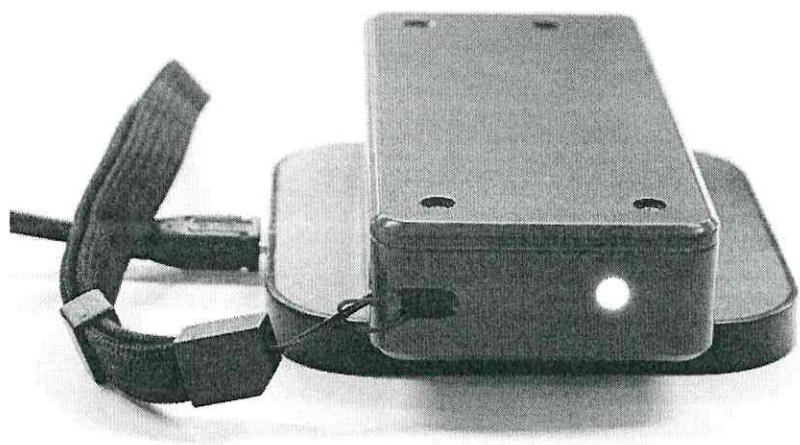

Рисунок 1 – Положение виброметра на платформе беспроводного зарядного устройства.
6.4.1 До проведения поверки зарядите виброметр. Для зарядки внутреннего аккумулятора прибора (в приборе используется несъёмный литий-ионный аккумулятор) используйте беспроводное зарядное устройство из комплекта поставки виброметра. Антенна приёмного устройства расположена на верхней поверхности виброметра (под надписью «ViPen-2»). Для полного заряда аккумуляторных батарей виброметра положите его к подключенной платформе беспроводного зарядного устройства, и оставьте в таком состоянии на восемь часов. Во время зарядки виброметра на нём горит зелёный светодиод (рисунок 1).